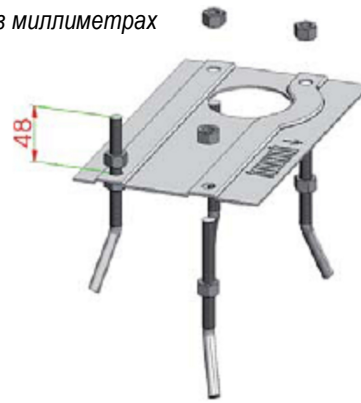

Рис.4
1. Пластина основания собирается так, как показано на рис.4.